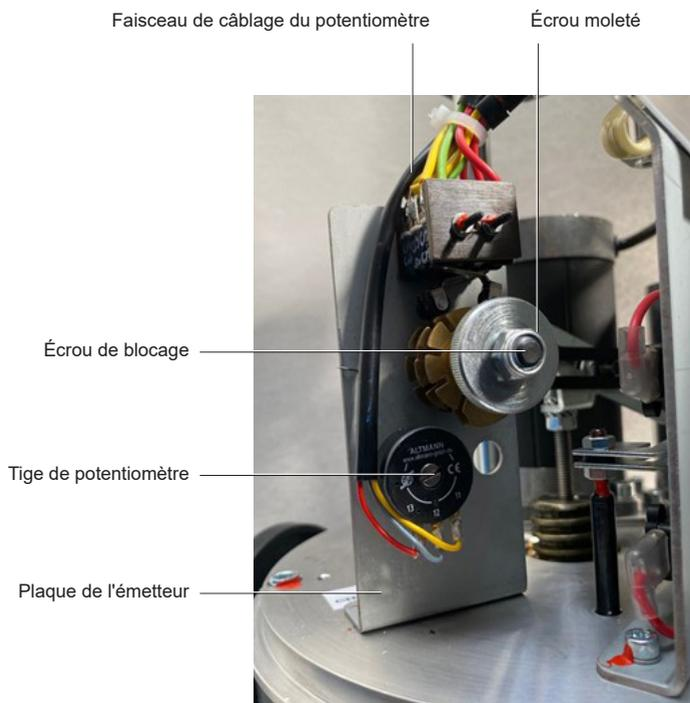

Fig. 13 Installation et réglage du potentiomètre (8kN+)
- Se reporter à la figure 13 Installation et réglage du potentiomètre (8 kN+) pour l'orientation du produit.